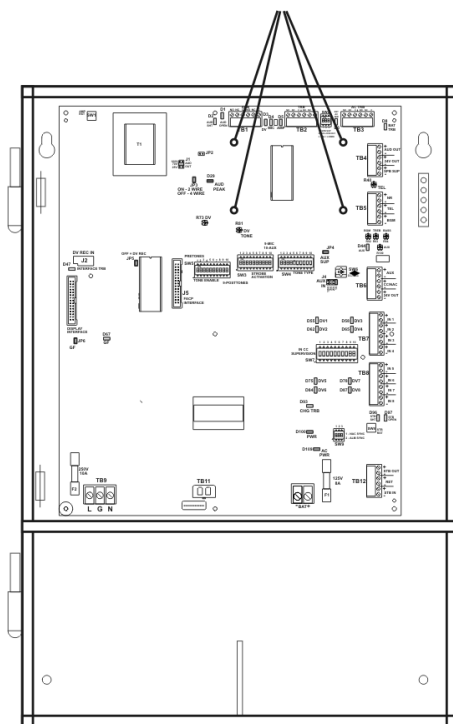

Рис. 2
На Рис.2 показано место для установки разветвителя SP4Z-A/B внутри панели Omega SP40/2 (Omega SP80S).
- С одной стороны стойки имеют внешнюю резьбу, с другой - внутреннюю. Аккуратно вкрутите стойки стороной с внешней резьбой в отверстия монтажных втулок указанных на рис.2.